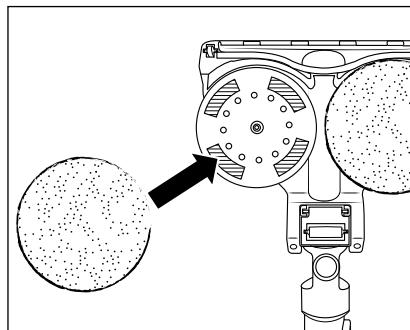

Fig. 18
- ◆ Pour fixer une serpillière ④ sur l'embout serpillière ①, placez-la au centre de l'un des deux plateaux tournants situés sous l'embout serpillière ① (voir fig. 18). Appuyez ensuite sur les bandes auto-agrippantes du plateau tournant.